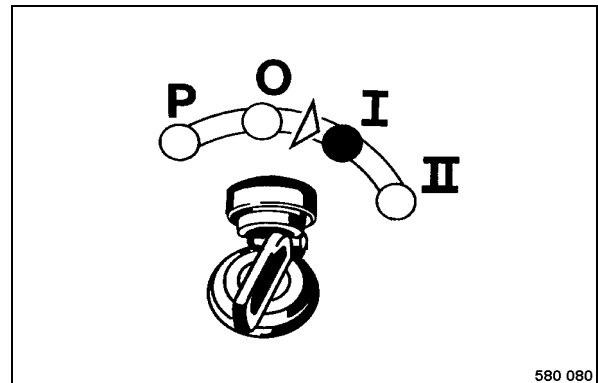

fig. 77
- Commuter l'interrupteur d'allumage sur position „I“ (fig. 77).